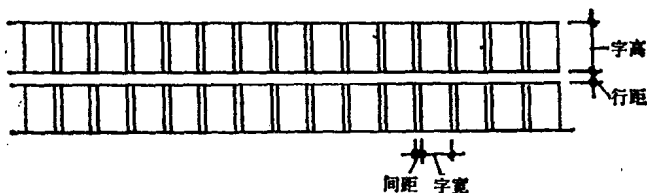

图 1-6 字高、字宽、行距和间距
(1) 字体格式。为了保持字体长宽整齐,书写时应先打好字格。字格高宽比例,一般为3:2。为了使字迹清楚,行距应大于字距,如图1-6。字体的高度一般不小于4mm为宜。